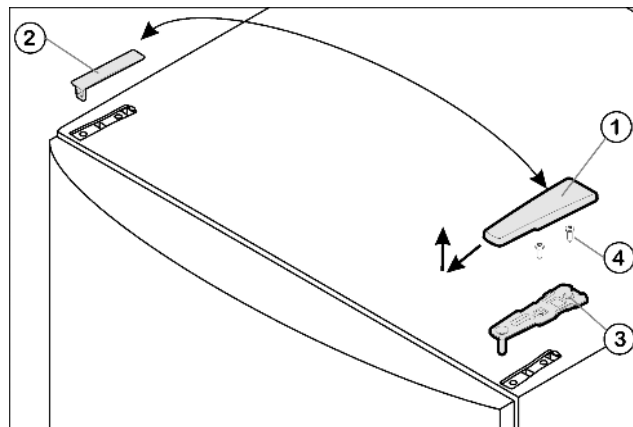

Fig. 4
- ▶ Estrarre la copertura Fig. 4 (1) tirandola in avanti e verso l'alto.
- ▶ Staccare la copertura Fig. 4 (2).
- ▶ Svitare il blocco di supporto superiore Fig. 4 (3) (2 x Torx® 25) Fig. 4 (4) ed estrarre tirando verso l'alto.
- Inserire il blocco di supporto superiore Fig. 4 (3) sul nuovo lato della cerniera nella porta.
- Serrare il blocco di supporto superiore **fermamente a 4 Nm** (2 x Torx® 25) Fig. 4 (4). Eventualmente praticare fori a vite o utilizzare un avvitatore a batteria.
- Innestare la copertura Fig. 4 (1) e la copertura Fig. 4 (2) rispettivamente sul lato opposto dall'esterno e innestare in posizione.